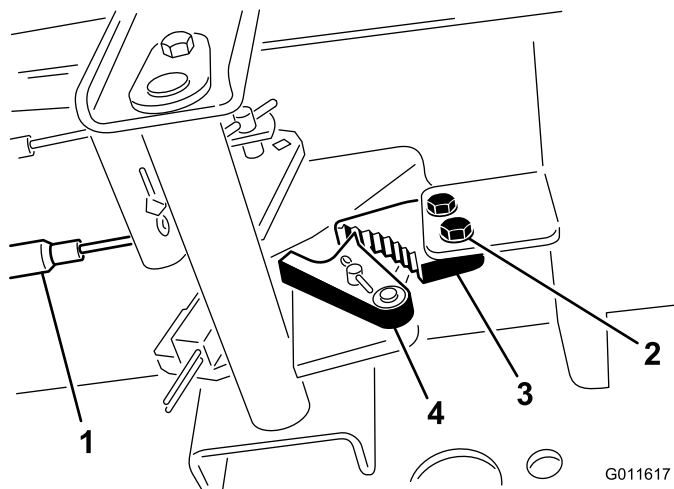

图67
1. 松开将驻车刹车闸固定到机架的 2 个螺钉（图67）。
2. 向前踩驻车刹车踏板，直到刹车卡槽完全接合刹车闸（图67）。